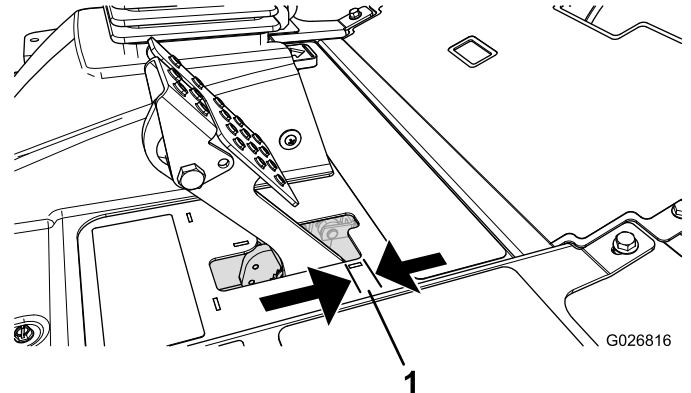

Bild 95
Stellen Sie die Bremsen ein, wenn das Bremspedal mehr als 2,5 cm Spiel hat, oder wenn die Bremsen nicht mehr gut genug greifen (Bild 95). Als Spiel gilt der Abstand, den das Bremspedal zurücklegt, bevor ein Bremswiderstand spürbar ist.
2. Ziehen Sie die hintere Mutter an, um den Zug nach hinten zu bewegen, bis das Bremspedal ein Spiel zwischen 0,63 mm bis 1,27 cm aufweist, bevor die Radsperrung auftritt (Bild 95).